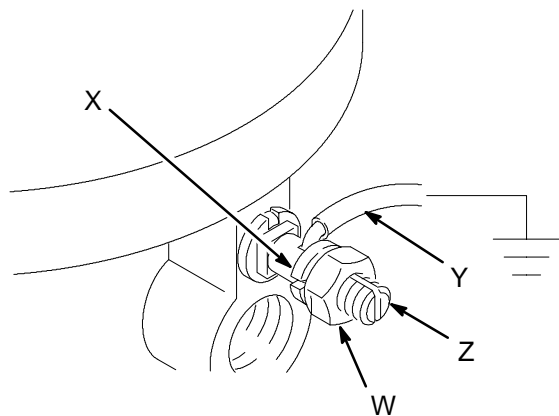

Fig. 1
- **Pompe:** utiliser un câble et une pince de terre comme indiqué sur la Fig. 1. Desserrer l'écrou (W) et la rondelle (X) de la borne de terre. Introduire l'une des extrémités d'un câble de terre (Y) de 1,5 mm2 minimum dans la fente de la borne (Z) et serrer à fond l'écrou. Raccorder l'autre extrémité du câble à une véritable prise de terre. Pour commander un fil et une pince de terre, indiquer la réf. 222011.